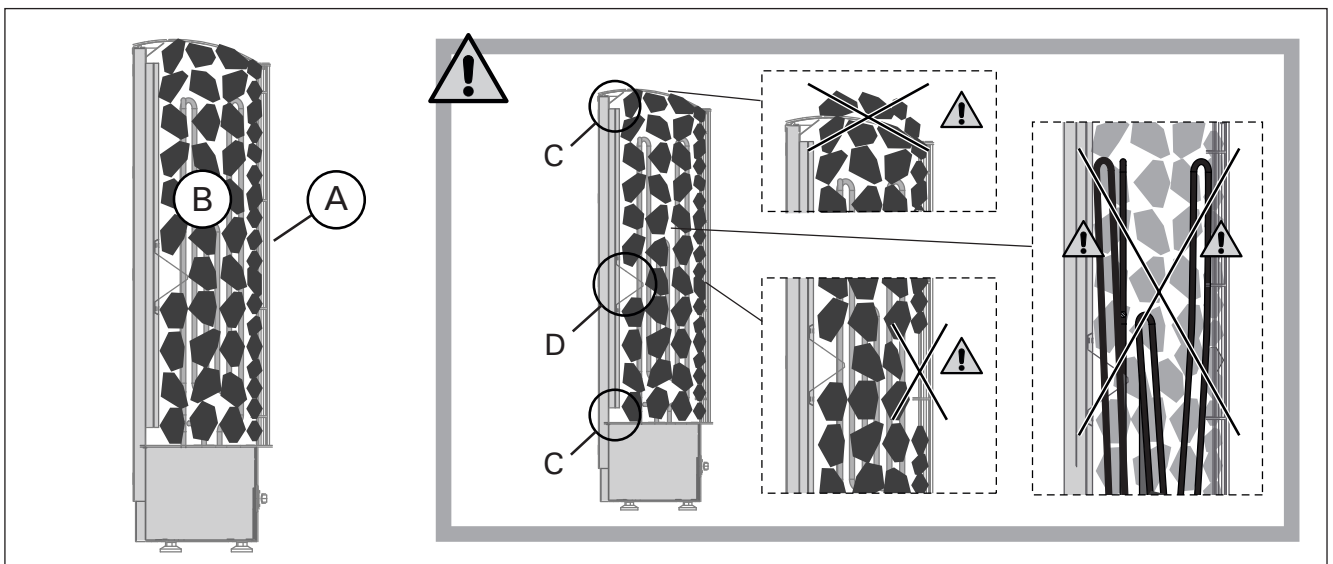

Рисунок 1. Укладка камней
1.1. Укладка камней (рис. 1)
- Рис. 1, С: Не перекрывайте верхний и нижний концы воздуховода.
- Рис. 1, D: Не кладите камни внутрь скобы.